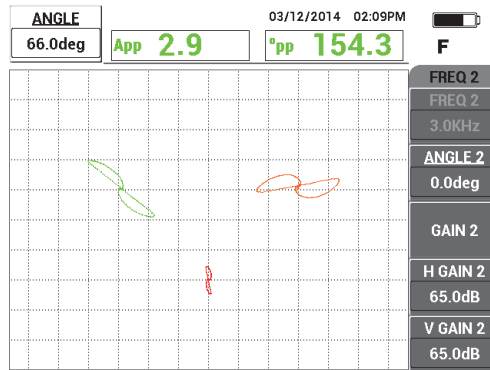

図 5-136 周波数 1 信号の位相の調整
3. 位相キー（) を押し、ホールの信号がおおよそ 40° の位相になるまで周波数 1 信号（緑色）を回転させます（226 ページの図 5-136 を参照）。